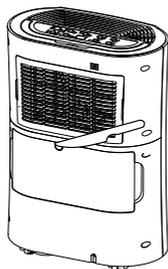

рис. 5
3. У резервуарі для води (7) виламайте пробку зливного отвору (9) (рис. 5). Ви можете зняти резервуар для води (7) для зручності підключення.